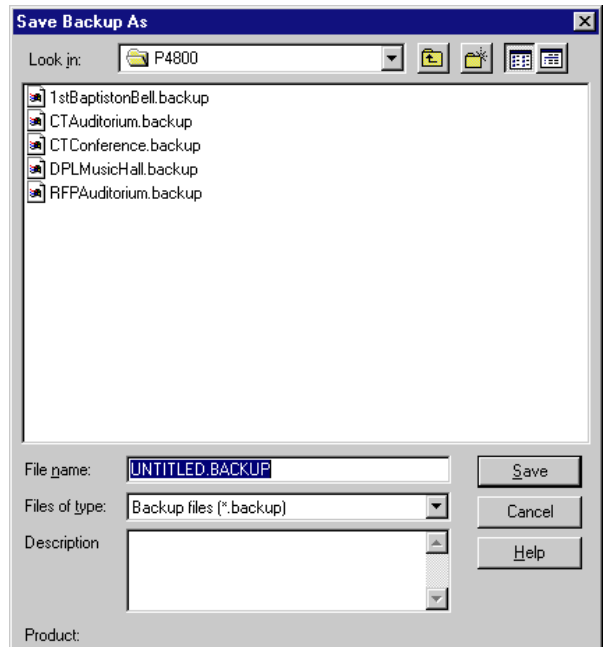

Abbildung 22 - Dialogfeld „Save Backup As“ (Datensicherung speichern unter)
7. Das Dialogfeld „Save Backup As“ (Datensicherung speichern unter) wird eingeblendet, wie unten rechts in Abbildung 22 dargestellt.
2. Das Dialogfeld „Open Backup“ (Datensicherung öffnen) ähnlich dem Dialogfeld „Save Backup“, das rechts in Abbildung 22 dargestellt ist, wird eingeblendet.